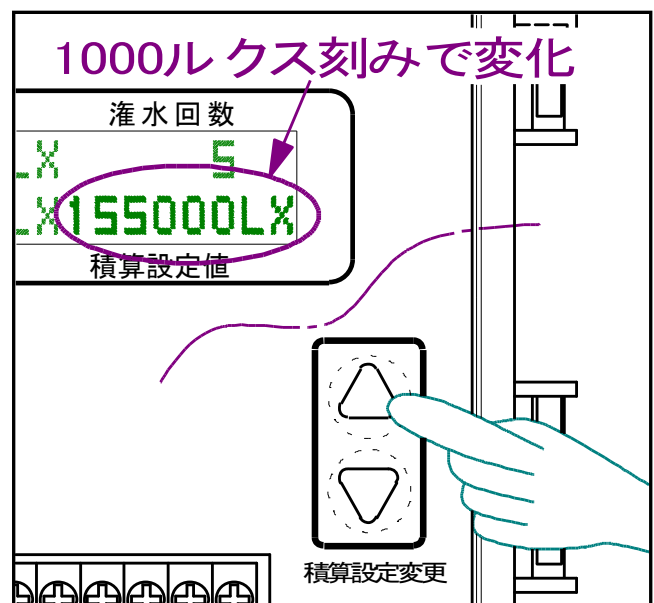

図 4-1 比例
- ① “△”または、“▽”キーを押すと、液晶画面のバックライトが点灯します。
- ② 再び“△”または、“▽”キーを押すと、電子音“ピッ”が鳴り、積算設定値(図 4-1 楕円部)の数値が変化します。
- ③ “△”または、“▽”キーを押し続けると、連続的に値が変化します。